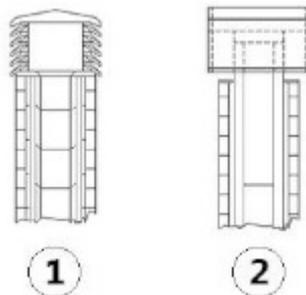

Fig. 11 - Extremos de chimenea antiviento
- AK. Controlar rigurosamente que haya sido instalada una cumbre o sombrero anti viento **Fig. 11** según las normas vigentes. Del terminal, cumbre o sombrero adecuado dependerá en gran medida la correcta evacuación de los humos y previene muchos problemas de instalación.